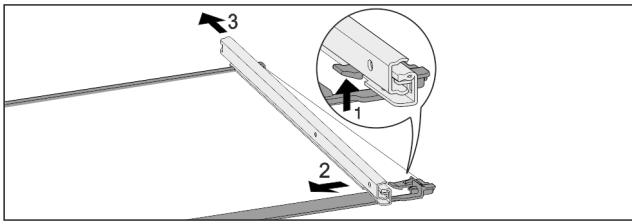

Fig. 120 Glasplaat met rails
- ▶ Voorste vergrendelhaak naar boven duwen. Fig. 120 (1)
- ▶ Uitschuifrail naar de zijkant Fig. 120 (2) en naar achteren Fig. 120 (3) wegschuiven.